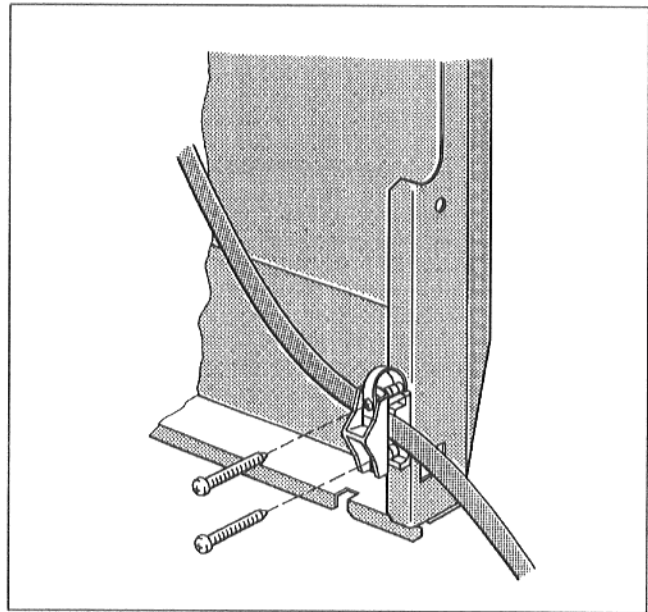

Fig. 13
- Introduire le câble du brûleur dans l'antitraction et visser celle-ci à l'aide de 2 vis Parker (Fig. 13).